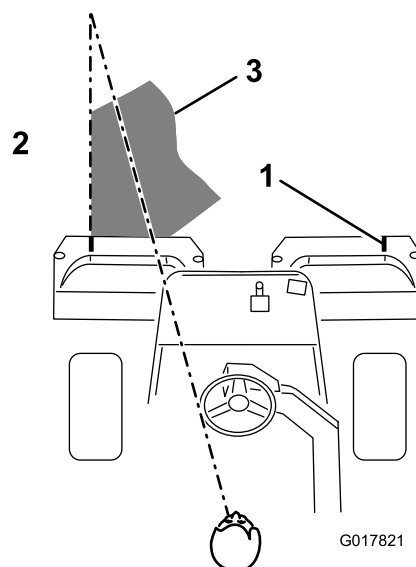

Bild 40
3. Wenn Sie zurückfahren, sollte der neue Mähgang den ersten ein klein wenig überlappen. Damit Sie in einer möglichst geraden Linie über die Grünfläche fahren können und einen gleichmäßigen Abstand zum zuvor gemähten Rasenstück einhalten können, sollten Sie sich eine imaginäre Sichtlinie ungefähr 1,8 bis 3 m vor der Maschine bis zum Rand des noch ungemähten Teils der Grünfläche vorstellen (Bild 40). Manche Leute finden es auch hilfreich, die äußere Kante des Lenkrads in die Sichtlinie mit einzubeziehen, d.h. sie halten das Lenkrad in einer Linie mit einem Punkt, der immer im gleichen Abstand von der Vorderseite der Maschine bleibt (Bild 40).